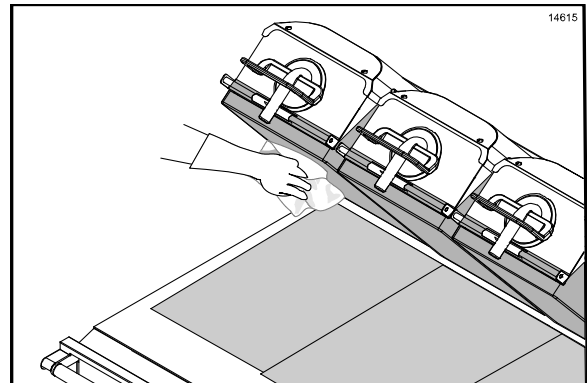

Figure 44
11. Utiliser le chiffon-grill humidifié de nettoyant pour grill pour nettoyer les surfaces exposées des feuilles de protection supérieures et inférieures (Cf. Figure 44).